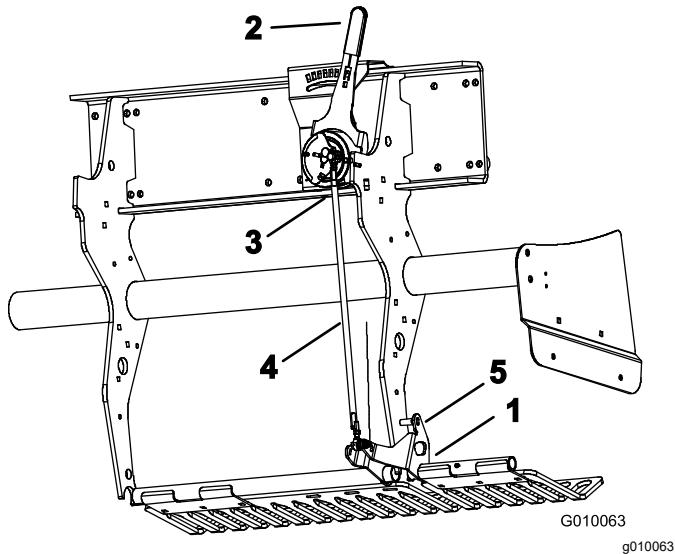

Figura 60
2. Gire el soporte de montaje del protector de césped izquierdo (Figura 60) hacia arriba, hasta que pueda introducir un pasador de bloqueo, como por ejemplo una broca o un perno de 8 mm entre el soporte y el tubo de ajuste de profundidad que está soldado al bastidor.
3. Mueva la palanca de profundidad de aireación (Figura 60) al ajuste H (mayor profundidad).
4. Desconecte el interruptor de bola externo (Figura 60) del arnés de cables (interruptor de cabezal bajado).
5. Afloje las contratuerzas (izquierda y derecha) del tirante de ajuste de profundidad (Figura 60).